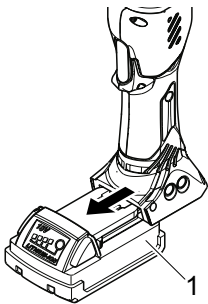

Fig. 5 : Retrait de la batterie
2. Retirez la batterie (Fig. 5/1) de la pince électrique.